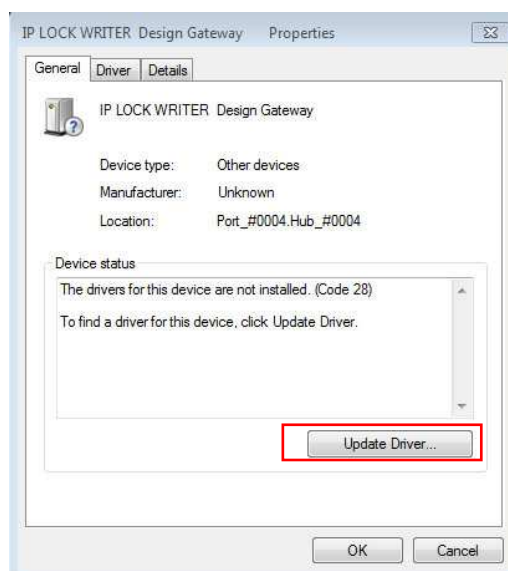

図 16 ドライバの更新
3. IP Lock ライタを PC と USB 接続します。デバイスドライバをインストールするために、「Windows スタートボタン」→「コンピュータ(右クリック)」→「管理」→「デバイスマネージャー」を開くと、図 16 のように「ほかのデバイス」に、「IP LOCK WRITER Design Gateway」が検出されます。
4. 「IP LOCK WRITER Design Gateway」をダブルクリックすると図 16 のようにプロパティが現れるので、「ドライバの更新」をクリックします。